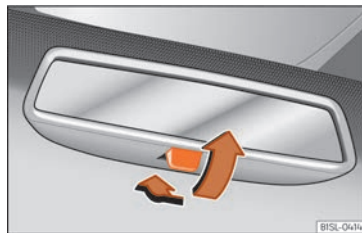

Fig. 87 Retrovisor antienlluernament manual.
- Per enfosquir el retrovisor, estireu la palanca cap enrere »» **fig. 87**.